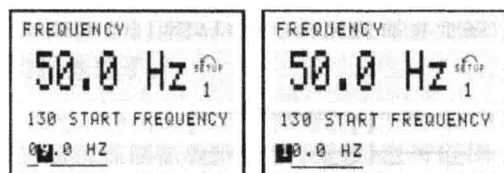

图 1-16 无级更改数字数据值
(2) 更改数字数据值 如果所选参数代表数字数据值,则使用 [◀/▶]键更改所选数字数据值,所选数字数据值通过数字闪烁来指示,显示器上最底端一行显示当以 [OK](确认)键结束时将输入(保存)的数据值。数字数据值更改时有无级更改和逐级更改两种更改方式。
① 无级更改数字数据值,如果所选参数代表数字数据值,则首先用[◀/▶]键选择一位数字,然后使用[◀/▶]键无级更改所选的数字,所选数字将闪烁,显示器上最底端一行显示当以 [OK](确认)键退出时将输入(保存)的数据值,如图 1-16 所示为无级更改数字数据值。